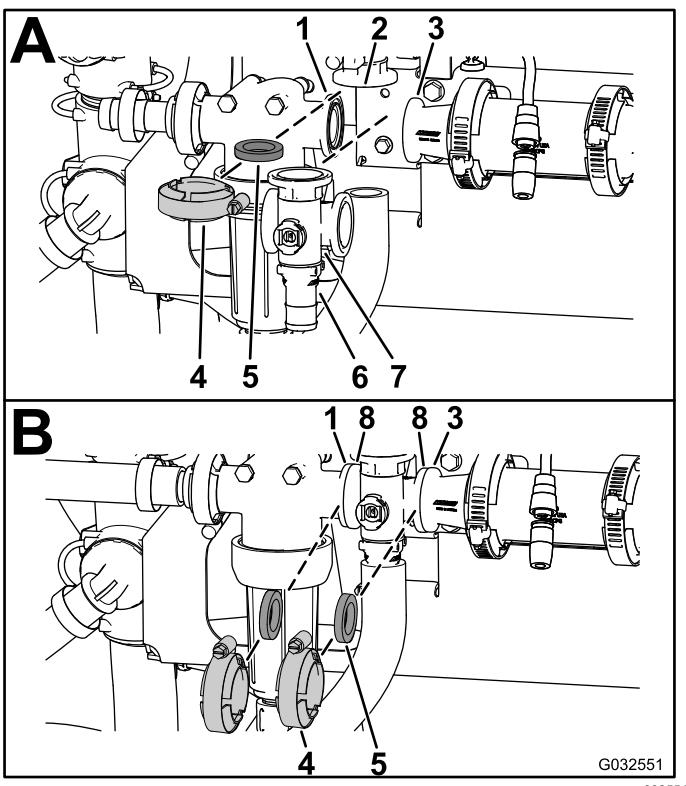

Bild 109
1. Fluchten Sie den Flansch des Rührwerksicherheitsventils, eine Dichtung und den Flansch des Endkappen-Anschlussstücks des Rührwerkventilverteilers aus (A in Bild 109).
2. Montieren Sie das Rührwerksicherheitsventil, die Dichtung und den Rührwerkventilverteiler mit einer Klemme und ziehen sie mit der Hand an (A in Bild 109).
am Anschlussstück des Sicherheitsventils zu befestigen (A in Bild 109).
4. Fluchten Sie eine Dichtung zwischen den Flanschen des Druckfilterkopfes und dem Rührwerkventilverteiler aus (B in Bild 109).
5. Montieren Sie den Druckfilterkopf, die Dichtung und den Rührwerkventilverteiler mit einer Klemme und ziehen sie mit der Hand an (B in Bild 109).
6. Fluchten Sie eine Dichtung zwischen den Flanschen des Rührwerkventilverteilers und der Reduzierkupplung aus (B in Bild 109).
7. Montieren Sie den Rührwerkventilverteiler, die Dichtung und die Reduzierkupplung mit einer Klemme und ziehen sie mit der Hand an (B in Bild 109).